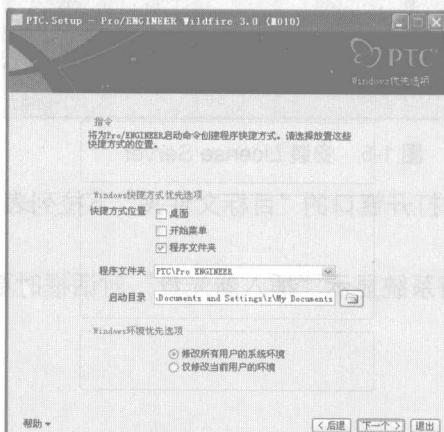

图 1-12 选择快捷方式
(11) 单击 **下一个 >** 按钮，在“Windows 快捷方式优先选项”对话框中勾选 桌面复选框，在桌面上创建程序启动快捷方式，其他设置不变，如图 1-12 所示。